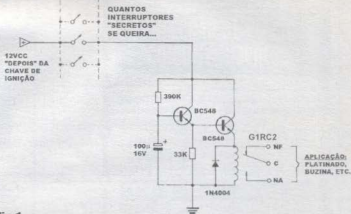

Fig. 1
- FIG. 1 - DIAGRAMA ESQUEMÁTICO DO CIRCUITO - Extremamente *enxugado*, o circuito se restringe a um arranjo *Darlington* formado por dois transistores BC548, comuns e